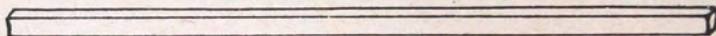

Fig. No. 7 (2)
**Medidas:** 4 cms ancho, 3 cms grosor, 1.90 metros largo (figura No. 7).